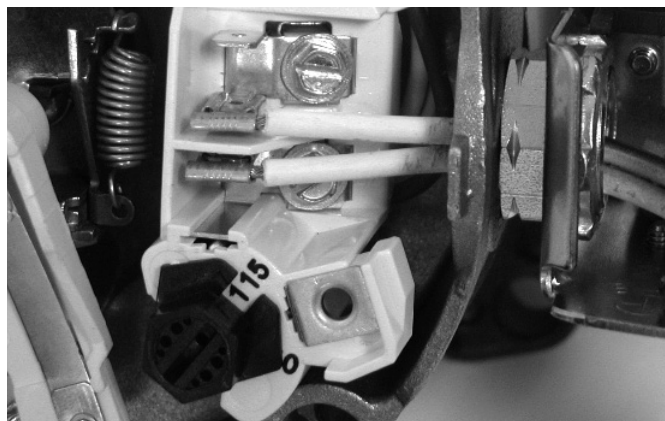

Figura 7: Tensión configurada para 115 voltios, tipo cuadrante.
2. Gire el cuadrante hacia la izquierda hasta que aparezca 115 en la ventana del cuadrante según se ilustra en la figura 7.